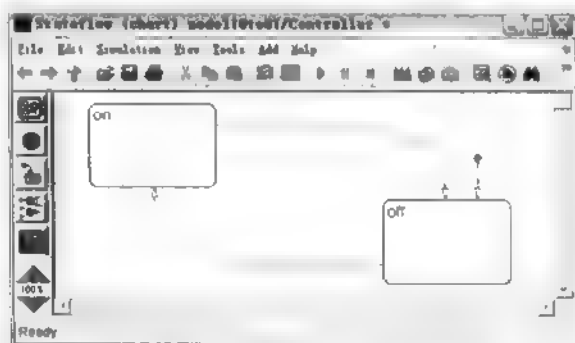

图 16.20 迁移添加完成后的文件窗口
(4) 添加空白(Default)迁移图标。单击工具栏空白(Default)迁移图标，将光标移动到绘图区，将光标移动到 off 状态框上边界的右边。当光标的箭头接触到 off 状态框的上边界，则立即会竖立起来，并且和状态框连成一体，松开鼠标，如图 16.20 所示。